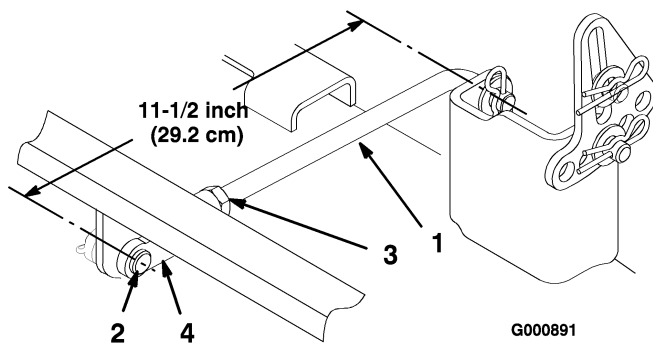
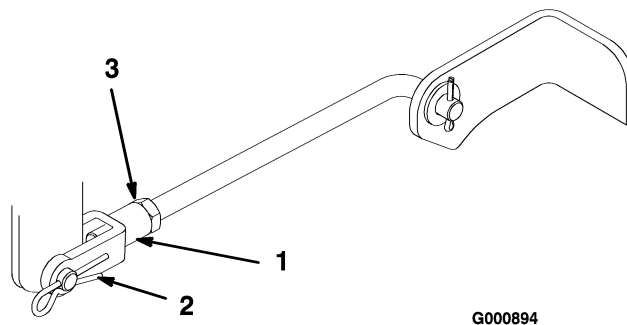

Figura 45
Figura 47
6. Mida la longitud del tirante trasero (Figura 45). Si la longitud del tirante no es de 11,5 pulgadas (29,2 cm), retire el pasador y el pasador de seguridad del extremo del tirante (Figura 45), afloje la contratuerca, y gire la horquilla hasta obtener la dimensión de 11,5 pulgadas (29,2 cm).
10. Para ajustar la inclinación longitudinal, retire el pasador de seguridad de las horquillas de los tirantes delanteros y afloje las contratuercas (Figura 47).
11. Gire las horquillas de los tirantes para cambiar el ajuste (Figura 47). Para elevar la parte delantera del cortacésped, apriete las horquillas (acorte los tirantes). Para bajar la parte delantera del cortacésped, afloje las horquillas (alargue los tirantes).
13. Cuando la inclinación longitudinal sea correcta, apriete las contratuercas (Figura 45 y Figura 47).